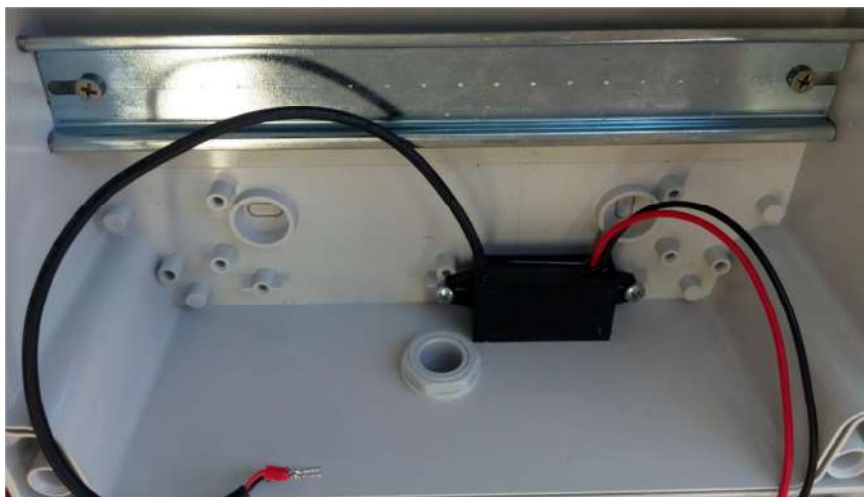

Fig.3 Fissaggio Alimentatore DC a Box.
Step 2: Fissaggio **Alimentatore DC** a **Box**. Collocare l'Alimentatore DC come in **Fig.3** quindi fissarlo tramite le due viti a stella fornite in dotazione in modo da esporre il cavo di uscita 5V (nero) in alto a sinistra e i due cavetti di ingresso 12V (rosso e nero) in alto a destra.